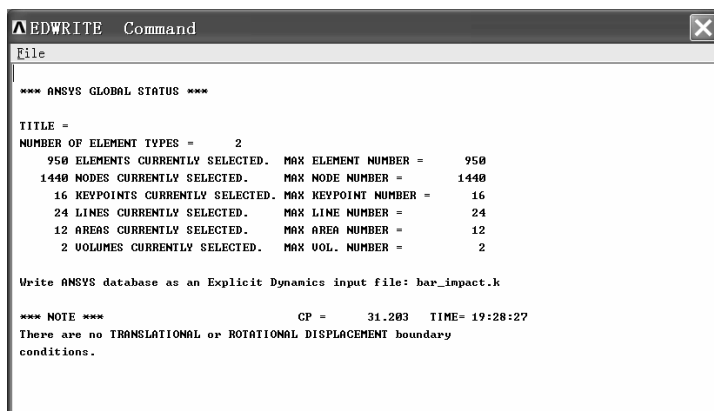

图 1-50 “EDWRITE Command”窗口
(4) 单击“Input files to be Written for LS-DYNA”窗口中的“OK”按钮，弹出“EDWRITE Command”窗口（见图 1-50）。